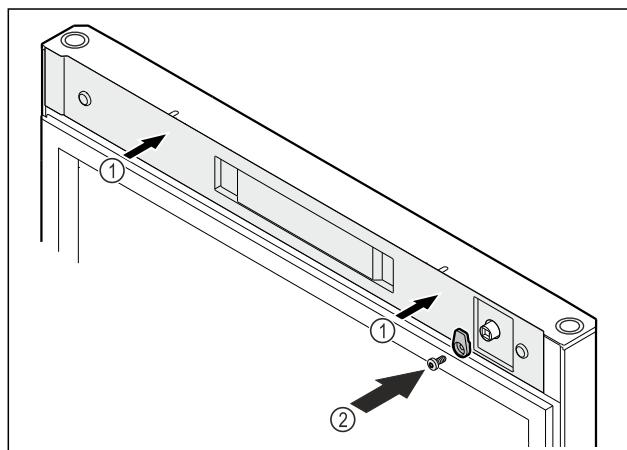

Fig. 55
- ▶ Nasadte kryt Fig. 55 (1).
- ▶ Naskrutkujte zatvárací hák Fig. 55 (2).